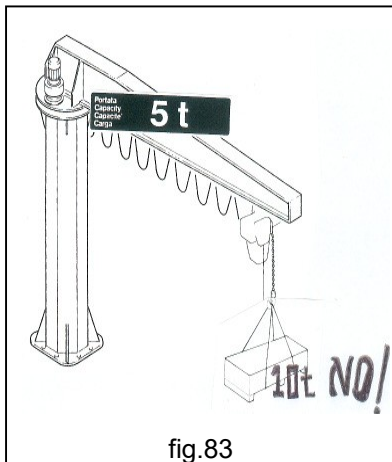

fig.83
- **NUNCA** levante cargas superiores a la capacidad nominal y no equie la grúa con polipastos de capacidad nominal superior a la capacidad de la propia grúa (fig.83).